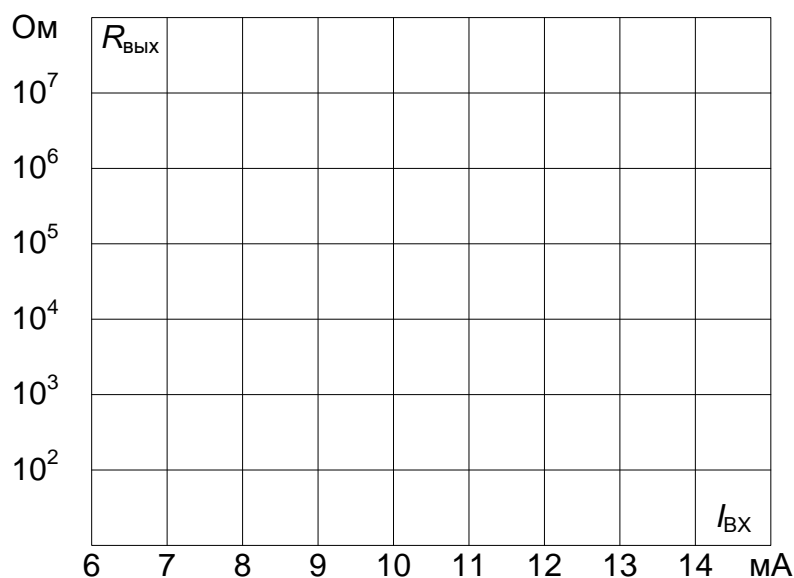

Рис. 2.3.1
- На рис. 2.3.1 постройте график $R_{\text{вых}}(I_{\text{вх}})$, причём сопротивления откладывайте в логарифмическом масштабе.